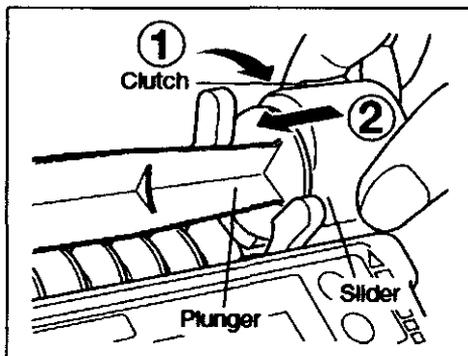

Fig. 11: Clutch: acople; Plunger: émbolo; Slider: Deslizador
5) Pulse y mantenga en su lugar a una jeringa en el centro de detección del depósito para la jeringa, luego oprima el acople de sujeción (flecha (1)) y mueva el deslizador hasta que el pin de contacto del deslizador haga tope con el émbolo de la jeringa (flecha (2)). Fig. 11